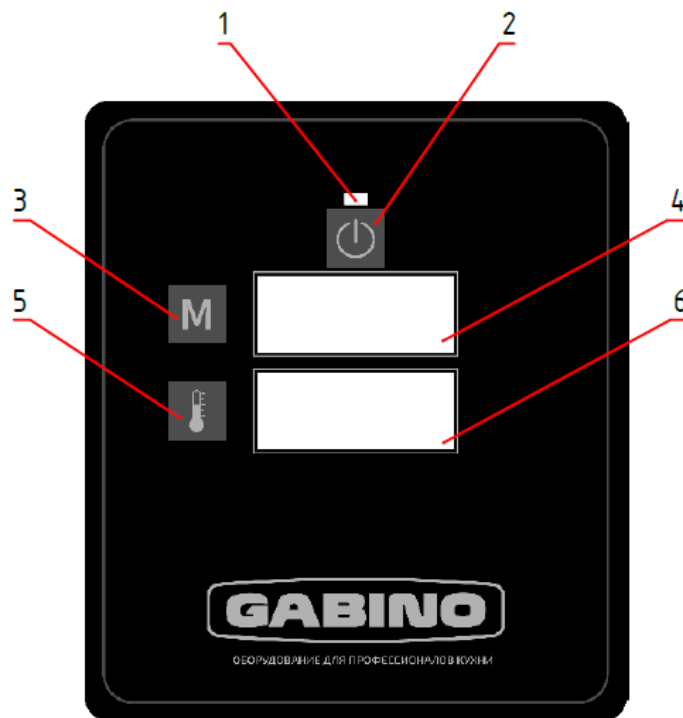

Рисунок 4 – Панель управления посудомоечной машины.
- световая индикация кнопки  «Вкл/Выкл» (Рисунок 4, поз. 1). Светодиод светится при подаче питания на машину;
- кнопка  «Вкл/Выкл» (Рисунок 4, поз. 2) – для запуска машины в работу. При подаче электрического напряжения световая индикация включена. Во время работы световая индикация отключена.